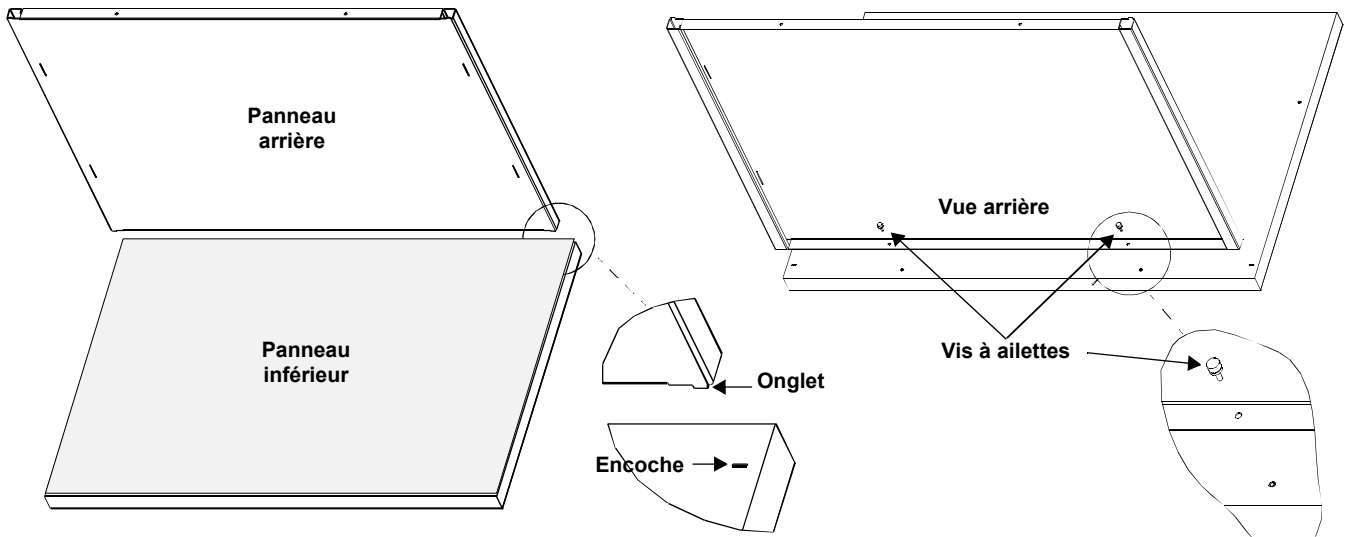

Figure 2. Fixation du panneau arrière au panneau inférieur
4. Insérez les onglets situés en bas du panneau arrière (2) dans les encoches se trouvant à l'arrière du panneau inférieur (1). Fixez le panneau arrière au panneau inférieur à l'aide de deux vis à ailettes (voir Figure 2).